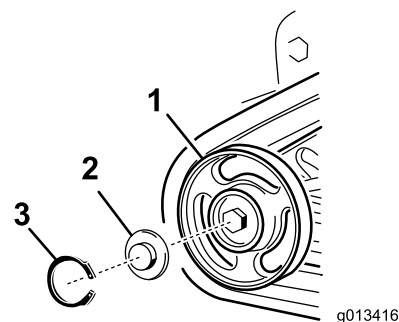

Figure 48
2. Déposez le circlip et le chapeau d'un galet de roulement (Figure 48).
3. Vérifiez la graisse sous le chapeau et autour du joint (Figure 48). Si elle est encrassée, granuleuse ou en quantité insuffisante, enlevez toute la graisse, remplacez le joint et ajoutez de la graisse neuve.
5. Placez le chapeau de galet de roulement sur la tête du boulon (Figure 48).
6. Fixez le chapeau avec le circlip (Figure 48).